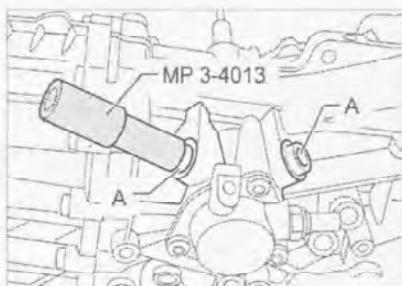

Рис. 7.348. Запрессуйте стопорные втулки (A) вала переключения передач.
6. Запрессуйте стопорные втулки (A) вала переключения передач (рис. 7.348).